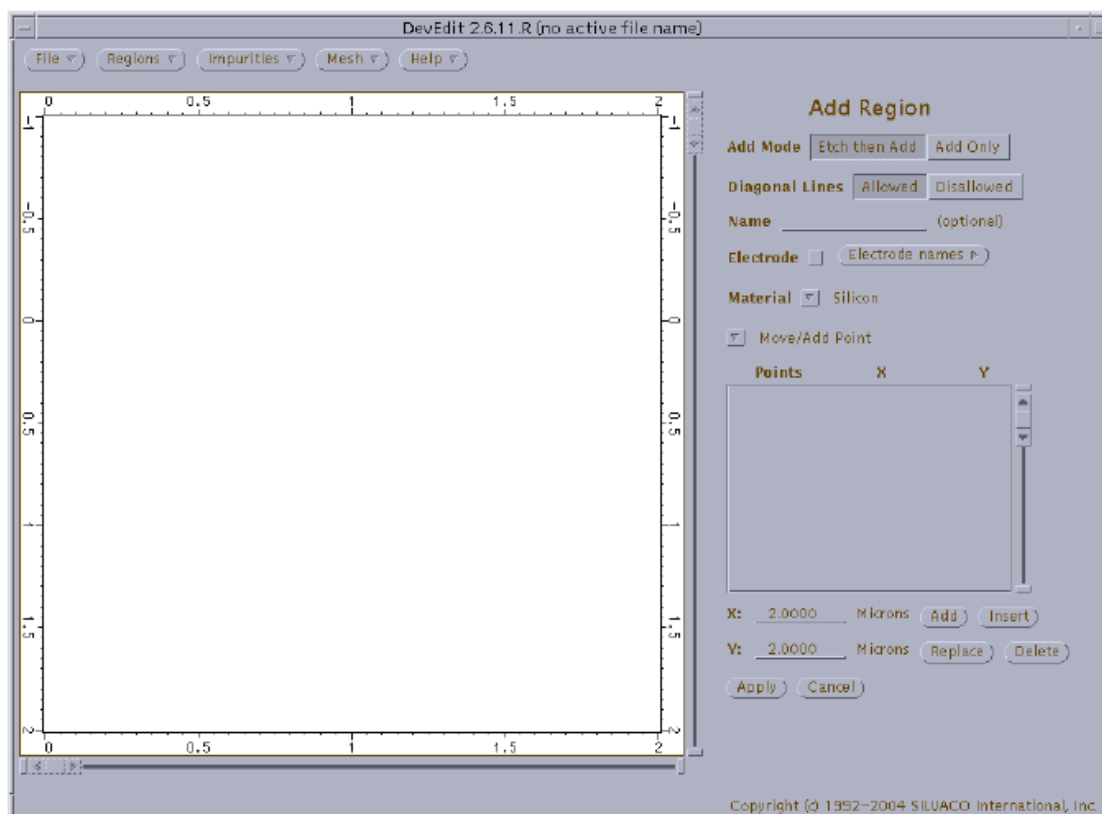

图 6.3 增加区域面板
- 1.在 Regions 菜单下拉框中选择 Add Regions...,打开的 Add Regions 面板将如图 6.3 所示,默认情况下,Material 这一栏位硅.